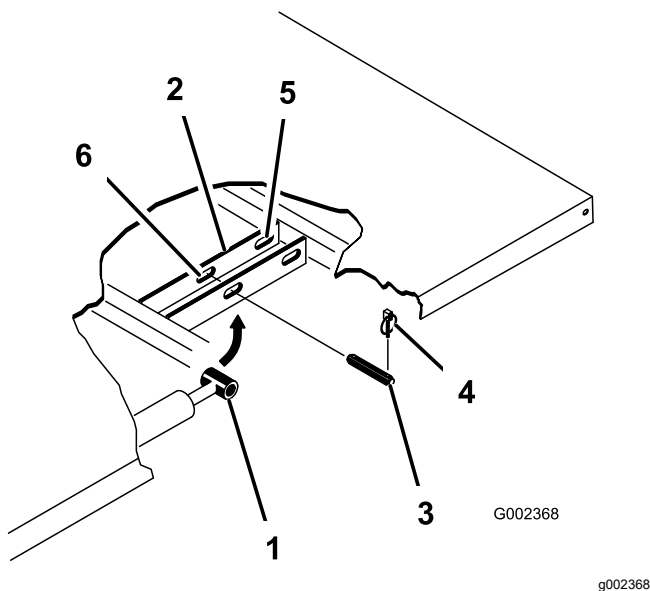

Bild 34
3. Nehmen Sie die Klappstecker von den äußeren Enden der Lastösenbolzen der Zylinderstange ab (Bild 34).
4. Nehmen Sie die Lastösenbolzen ab, mit denen die Zylinderstangenenden an den Befestigungsplatten der Ladepritsche befestigt sind. Drücken Sie die Stifte hierfür nach innen (Bild 34).
5. Nehmen Sie die Klappstecker und die Lastösenbolzen ab, mit denen die Schwenkhalterungen an den Rahmenkanälen befestigt sind (Bild 34).